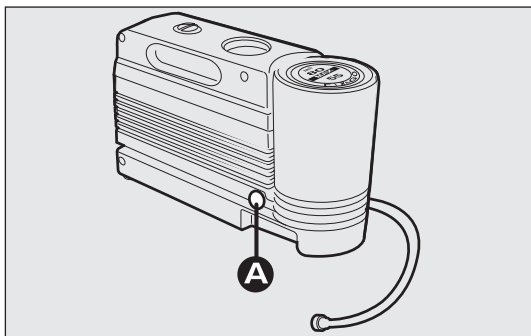

fig. 183
- druk op de knop A-fig. 183 voor het ontgrendelen van het onderdeel;